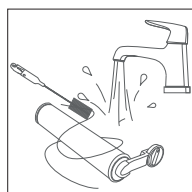

Fig. 14 – Limpieza del rodillo de microfibra
- ▶ Limpie el rodillo de microfibra bajo un chorro de agua corriente. En caso necesario, utilice también el cepillo de limpieza suministrado (28) (**véase Fig. 14**).